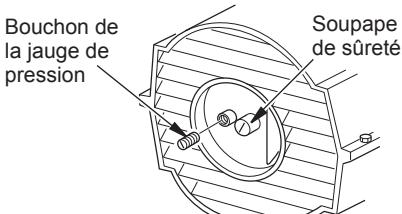

Figure 17 - Retrait du bouchon de la jauge de pression (montrant le modèle 70)
1. Retirez le bouchon de jauge de pression du couvercle des filtres (voir figure 17).